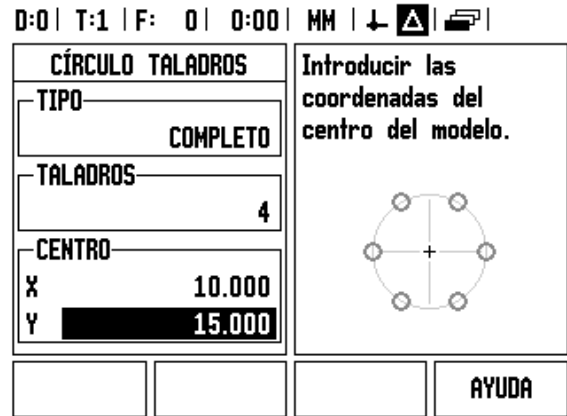
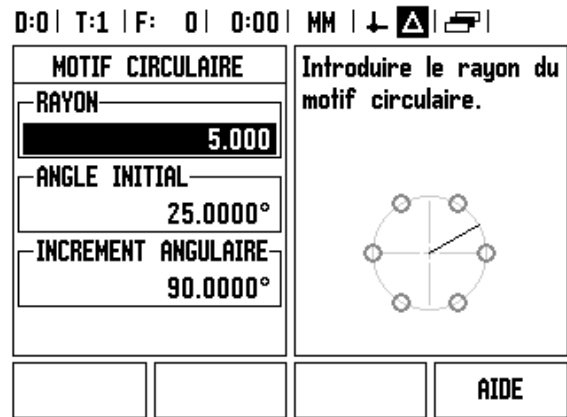
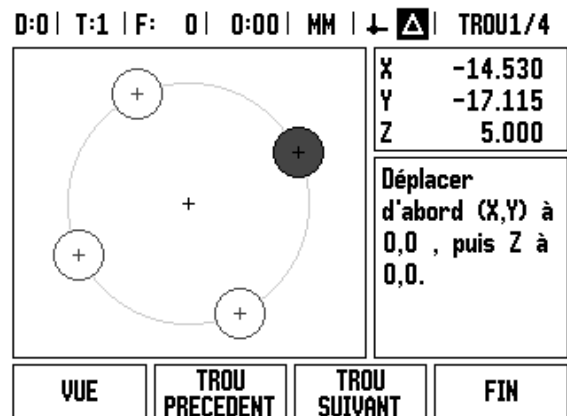

fig. I.45 1ère page du masque MOTIF CIRCULAIRE
fig. I.46 2ème page du masque MOTIF CIRCULAIRE
fig. I.47 Motif circulaire avec affichage du graphisme
**Exemple: Introduire les données du motif circulaire et exécuter celui-ci. Cf. fig. I.45, fig. I.46 & fig. I.47.**